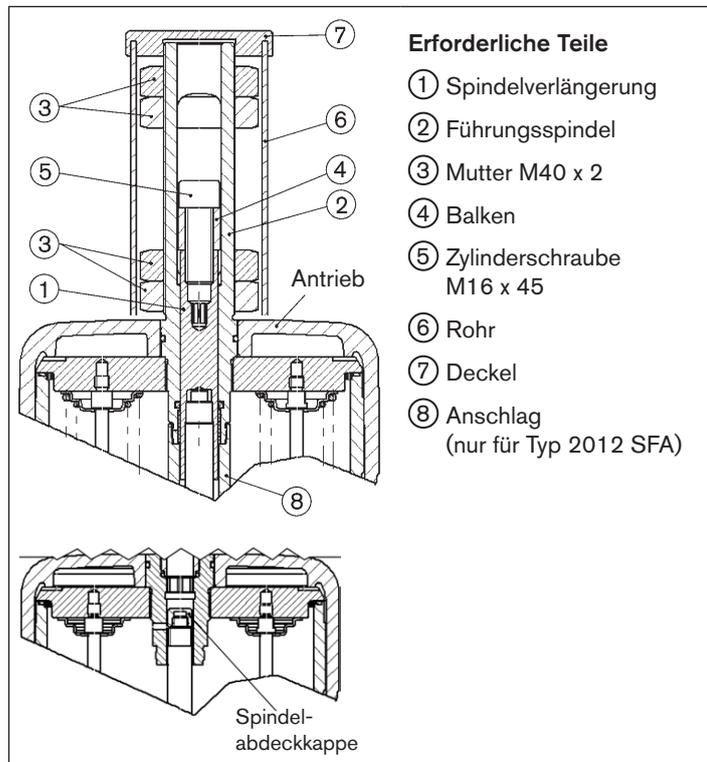

Bild 8: Antriebsgröße 175, 225 (Ø in mm)
- Klarsichthaube vom Antriebsdeckel ⑥ abschrauben (Sicherheitshinweise Kapitel „8“ auf Seite 33 beachten!).
- Stellungsanzeige/Spindelabdeckkappe (gelbe Schraubkappe; siehe „Bild 8“) von Hand abschrauben.